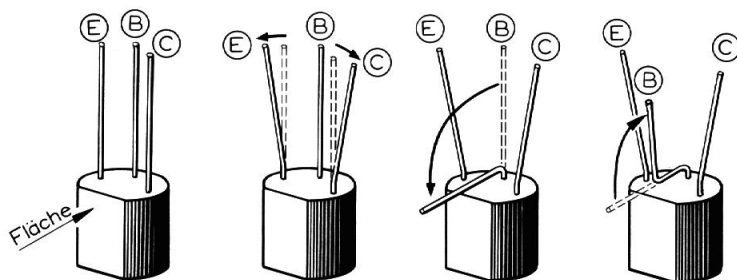

Bild 347
Die drei Anschlüsse eines Transistors heißen Kollektor (C), Basis (B) und Emitter (E) und müssen vor Gebrauch zurechtgebogen werden, wie Bild 347 es zeigt.